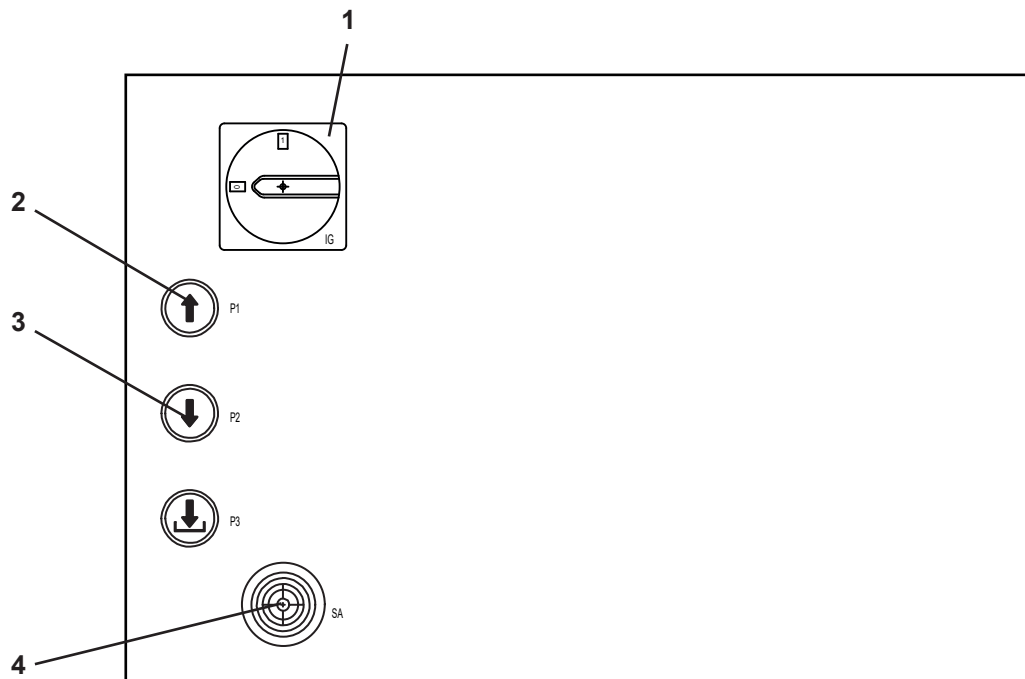

Fig. 25
Salita. (Rif. Fig.25) Interruttore generale (1) in posizione 1. Premere il pulsante di salita (2) fino al raggiungimento dell'altezza voluta.
Up: (Ref. Fig. 25) Master switch (1) in position 1.
Heben. (Zu Abb. 25). Hauptschalter (1) in Schaltstellung "1" setzen. Die Taste "Heben" (3) drücken, bis die gewünschte Höhe erreicht wird.
Montée. (Réf. Fig. 25) Interrupteur principal (1) sur la position 1. Appuyer sur le bouton-poussoir de montée (3), jusqu'à obtention de la hauteur souhaitée.
Subida. (Ref. Fig.25) Interruptor general (1) en posición 1. Apretar el pulsador de subida (3) hasta que alcance la altura deseada.